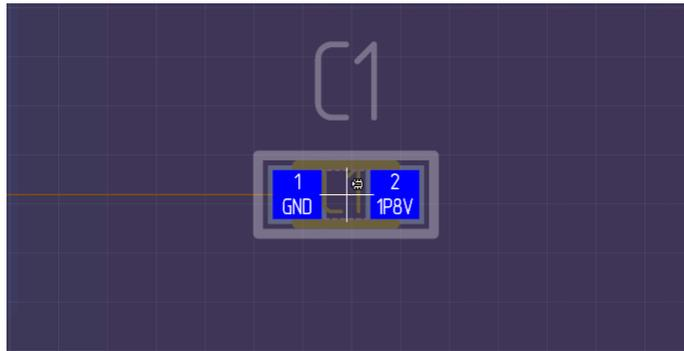

Рис. 143 Выбор места для размещения компонента
3. Переместите курсор в рабочую область, при этом на плате будет отображен вид посадочного места, см. Рис. 143.